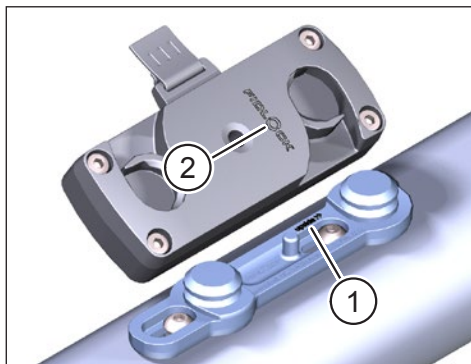

Fig. 2: Orientamento della base FIDLOCK® Bike e del connettore FIDLOCK® Force
- Durante il montaggio, osservate la scritta „**upside >>**” incisa sulla base FIDLOCK® Bike (Pos. 1 in Fig. 2). Il bordo superiore del logo FIDLOCK® (Pos. 2 in Fig. 2) am FIDLOCK® sul connettore FIDLOCK® Force deve puntare nella direzione della freccia da „**upside >>**”.